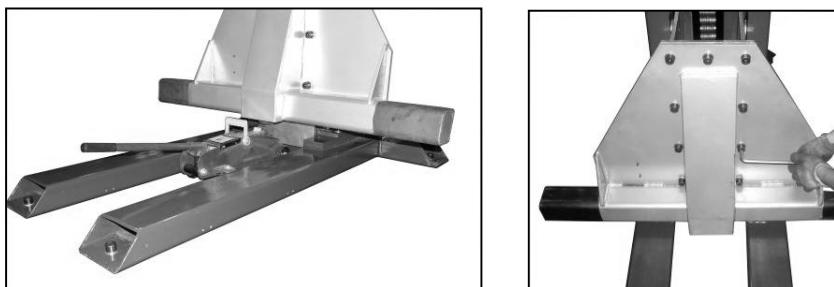

Figure : 8-A, B Cadre de levage
- 9)** Ensuite, vous devez fixer le cadre du pont élévateur sur le support à l'aide de vis. (Fig. 8-A, B) Un cric hydraulique ou un cric à bouteille convient bien pour aligner les trous. Serrez ensuite toutes les vis du cadre.